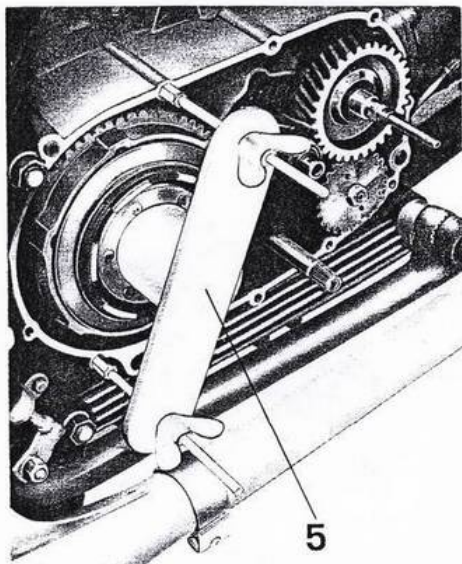

Abb. 13
- die Kupplungsgruppe, zum Abnehmen des Dichtungsringes ist das Werkzeug Nr. 10903200 zu verwenden (5 aus Abb. 13);